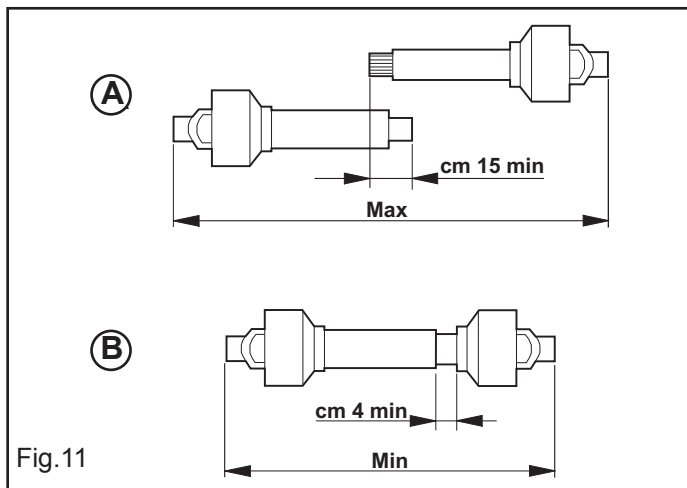

Fig.11
- Wenn die Kardanwelle so weit wie möglich herausgezogen ist, müssen sich die beiden Rohre mindestens um 15 cm überlappen (A, Fig.11). Wenn sie so weit wie möglich eingeschoben ist, muß ein Spiel von mindestens 4 cm bestehen (B, Fig.11).